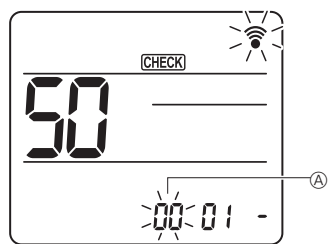

Fig. 6-17
- ② Ustawianie numeru jednostki
Nacisnąć przycisk [0], aby ustawić numer jednostki ①. (Fig. 6-17)